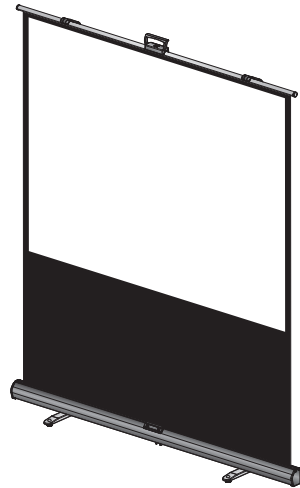

图 10
4. 按图7-9所示提起手柄，慢慢地将幕布展开至您需要的高度并静止三秒钟，银幕就可定位使用（如图10）。